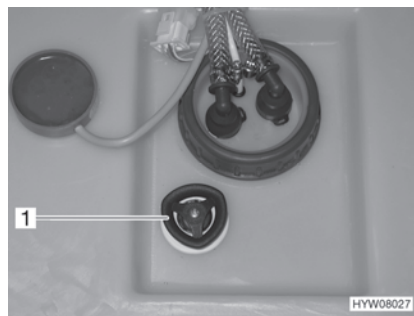

Fig. 139 Depósito de agua con tirador giratorio
- Girar el tirador giratorio (Fig. 139,1) sobre el depósito de agua en sentido de las agujas del reloj, hasta el tope.
- Girar el tirador giratorio (Fig. 139,1) sobre el depósito de agua en sentido contrario a las agujas del reloj, hasta sentir resistencia. El agua se saldrá hasta aprox. 20 litros.